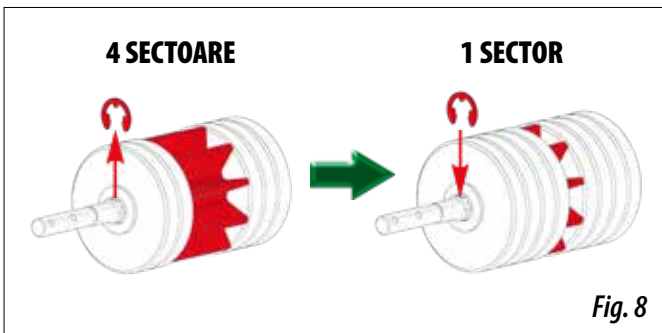

Fig. 8
- 4- Montați numărul de sectoare necesare pentru doza dorită. Pentru a modifica setarea sectorului, trebuie să înlăturați inelul Seeger, să montați sectoarele dorite și să puneți la loc inelul Seeger (Fig. 8).